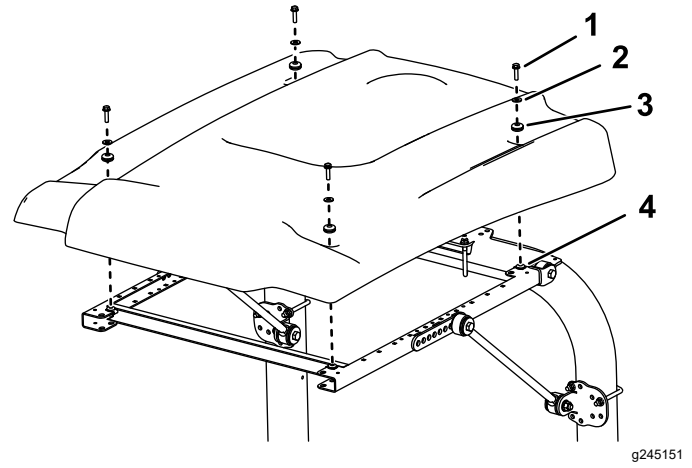

Figura 6
10. Durante l'allineamento dei fori di montaggio, posizionate il parasole sul telaio come mostrato in Figura 6.
11. Montate, senza serrarlo, ciascun angolo del parasole sul telaio con un bullone a testa flangiata (5/16" x 1") con una rondella piccola e un gommino (Figura 6).